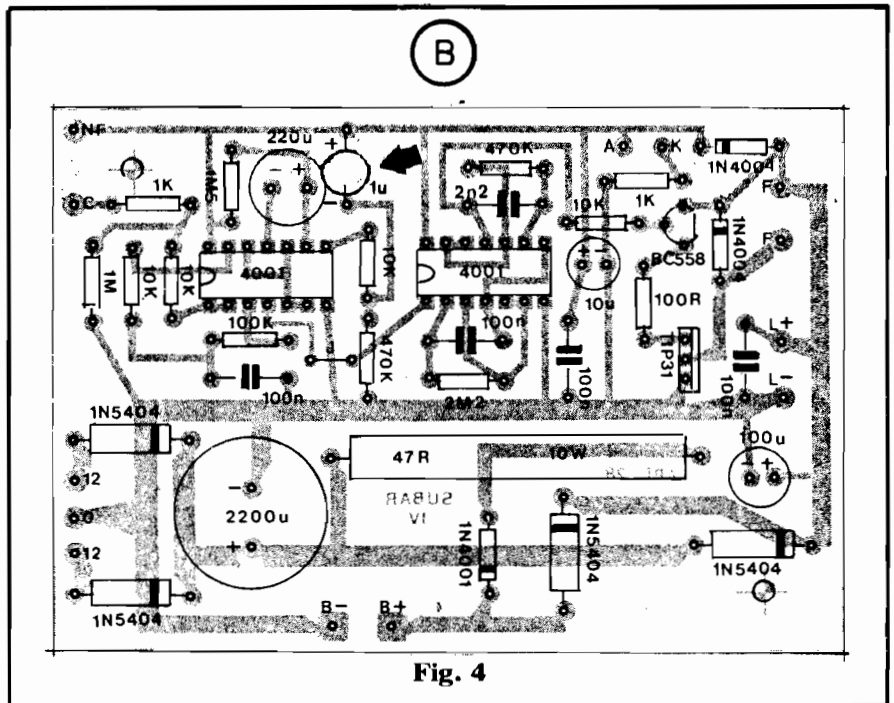
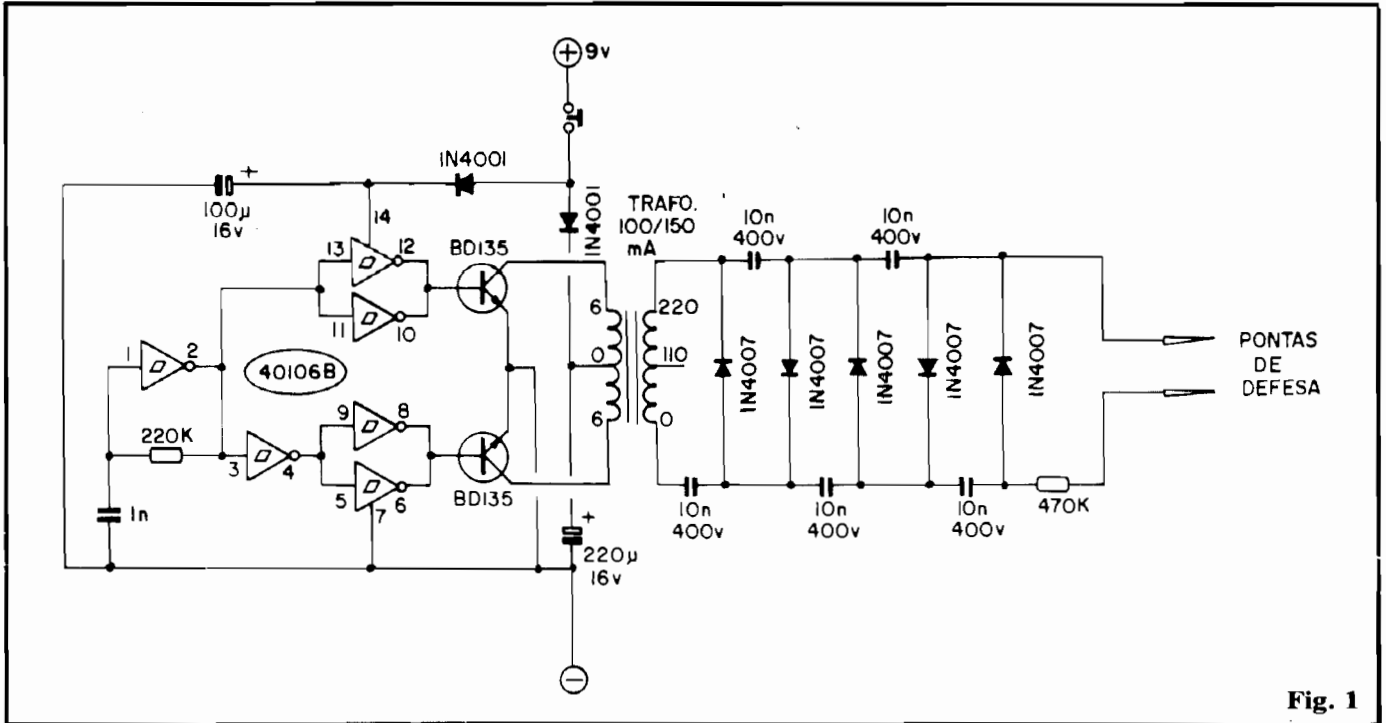

Fig. 4
Fig. 1
(01) - O não "resetamento" automático do MONOESTÁVEL (estruturado em torno dos **gates** delimitados pelos pinos 11-12-13 e 8-9-10 do primeiro 4001B do circuito...) ocorre justamente porque o trafo não está sendo "capaz" de suprir o surto inicial de Corrente, ao ser ligado o aparelho! Uma "saída" para remediar isso (e prevenir falhas no "resetamento" automático inicial), é simplesmente **aumentar** o valor do capacitor (original 100n) que fornece a temporização do pulso de "resetamento"... A fig. A mostra, em esquema, a posição do citado capacitor (dentro do círculo tracejado, e apontado pela seta...), já com o valor **aumentado para 1u**. Note que, tratando-se agora de um eletrolítico, há que se respeitar a polaridade do dito cujo, conforme indicada na figura... Para simplificar ainda mais a sua interpretação (e dos demais Leitores interessados no assunto...), a fig. B mostra o "chapeado" da SUBAR-IV, já com a alteração do dito componente... Respectivamente as figs. A e B referem-se aos diagramas originais mostrados nas figs. 1 - pág. 24 e fig. 4 - pág. 26, de APE 28...
(3) - O aquecimento excessivo no TIP31 **também** é, em parte, fruto da insuficiência de Corrente, já que o tal "ronco" que Você ouviu, superposto ao sinal normal da sirene, coloca o dito transistor em zona não desejada de amplificação, fazendo com que o dito cujo dissipe muito mais Potência do que seria natural com a disposição circuital adotada (em vez do TIP31 trabalhar ou completamente "ligado", ou completamente "desligado", ele está atuando na sua região linear, sempre "meio ligado", redundando no sobreaquecimento...). Mesmo assim, sanado o problema do transformador, é sempre bom dotar o transistor de potência de um conveniente dissipador... Note, inclusive, o seguinte: embora o tal dissipador não tenha sido diretamente mencionado na LISTA DE PEÇAS, no esquema (fig. 1 - pág. 24 - APE 28) mostra, nitidamente, o **círculo tracejado** em torno do símbolo básico do TIP31! Essa simbologia - como o sabem os Leitores/Hobbyistas assíduos - indica a **necessidade** de se forçar a irradiação do calor emanado pelo componente, através de dissipador a ele acoplado!
O presente circuito (mostrado em esquema na fig. 1) traz o proje-